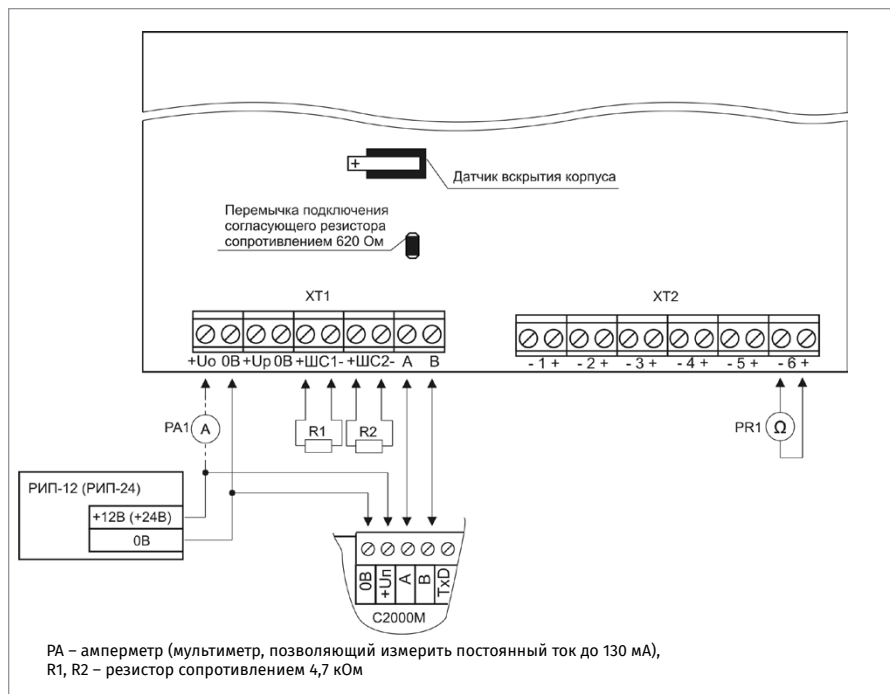

Рисунок 13. Схема подключения блока С2000-КПБ при проверке
2. Схема подключения блока С2000-КПБ при проверке приведена на Рисунок 13.